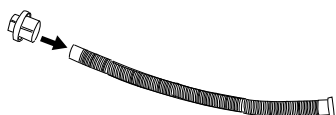
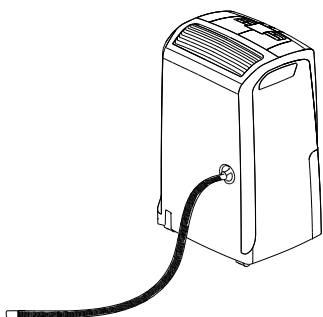

fig. 3
fig. 4
- 2) Sett beskyttelsespluggen **1** i slangen for utslipp av kondens (8), før den helt inn (fig. 3), og skru deretter beskyttelsespluggen fast til tuten (fig. 4).
- 3) Sett beskyttelsespluggen **1** i slangen for utslipp av kondens (8), før den helt inn (fig. 3), og skru deretter beskyttelsespluggen fast til tuten (fig. 4).